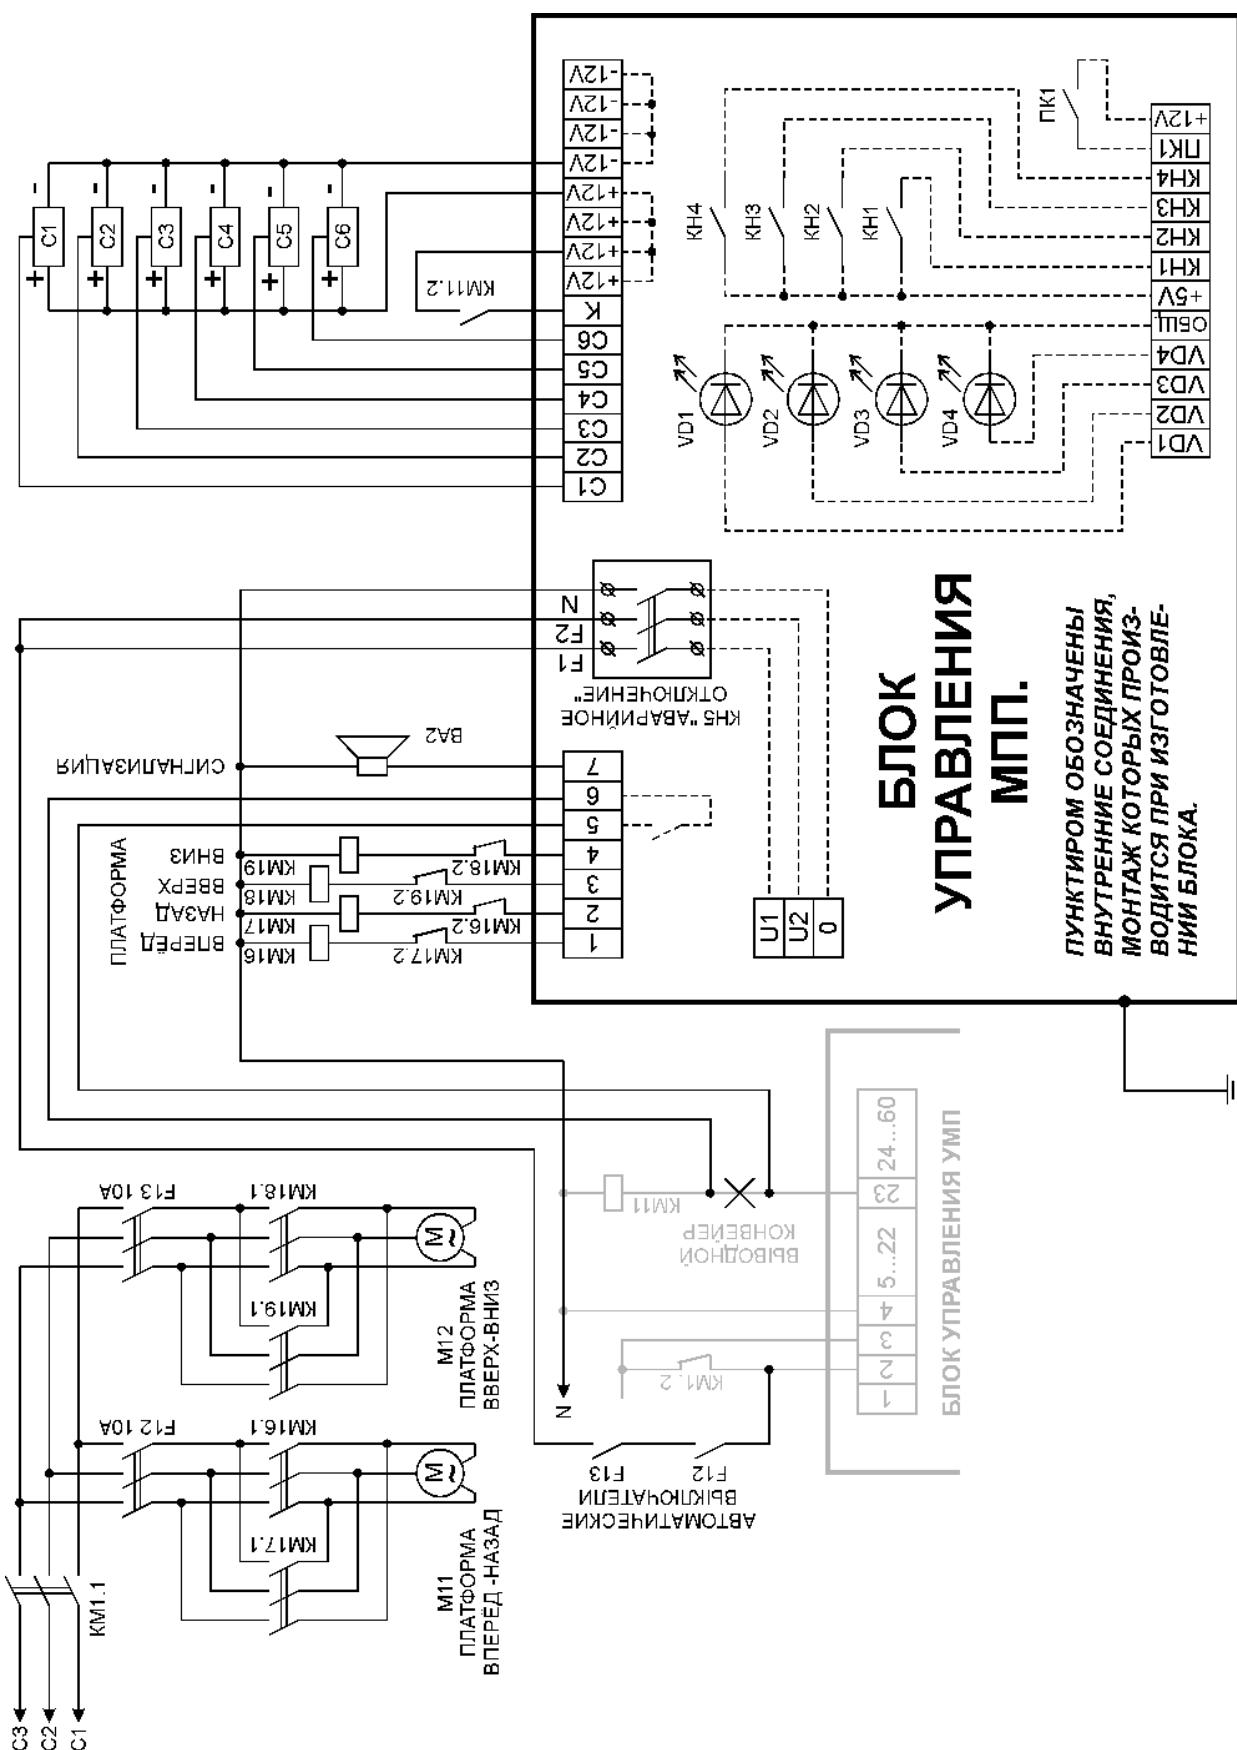

Рис. 4. Схема подключения блока управления МПП.
Схема подключения датчиков и исполнительных устройств к клеммам блока МПП приведена на рис. 4. Блок МПП работает только совместно с блоком управления УМП и периодически блокирует работу выводного конвейера пакетоформирующей машины. Серым цветом на рис. 4 показан фрагмент электрической схемы пакетоформирующей машины, имеющий отношение к подключению блока МПП. Пунктиром на рис. 4 показаны внутренние соединения, монтаж которых производится при изготовлении блока МПП.
1. Снять напряжение питания с блока МПП, отключив автоматические выключатели F12 и F13 [рис. 4], повесить на них таблички «НЕ ВКЛЮЧАТЬ, РАБОТАЮТ ЛЮДИ»;
7. Подать напряжение питания на блок МПП, замкнув автоматические выключатели F12 и F13 [рис. 4].